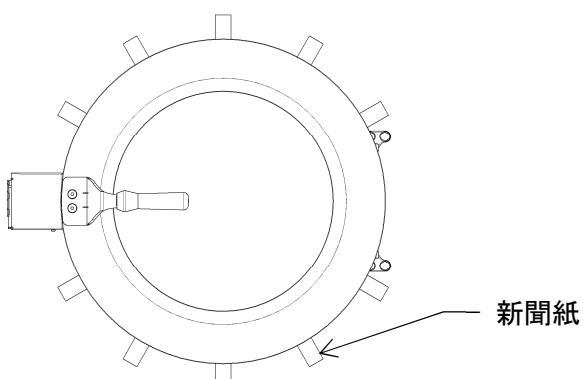

図 8-11
- ・その紙を(図8-11)の様にドアパッキンとドアロ金の間に挟み、ドアを閉めます。この時、水分は十分拭取られ、しばらくドアを開放し乾燥されていくなくてはなりません。